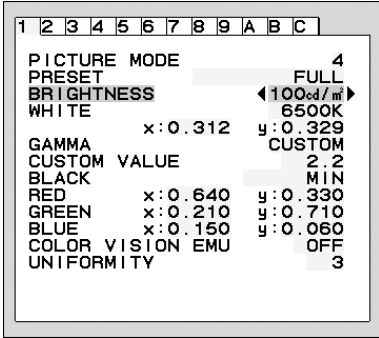

图.3
2. 设置暗度级别。这是当周围光线黑暗时显示器能降到亮度级别。当设置此级别时，确保室内处于最黑暗状态。然后使用正面按钮将光标上移至 BRIGHTNESS (亮度) 设置。选择所需的亮度级别(图.3)。